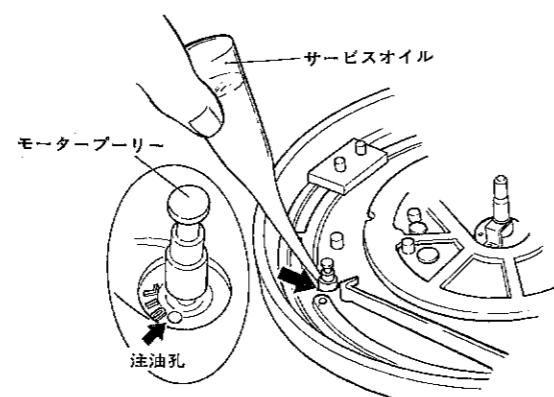

図22
- 5 付属品箱からサービスオイルを取り出し、図22のモーター注油孔へ1~2滴注油します。その時、誤まってドライブベルトやモーターブーリーにオイルを付けないように注意してください。